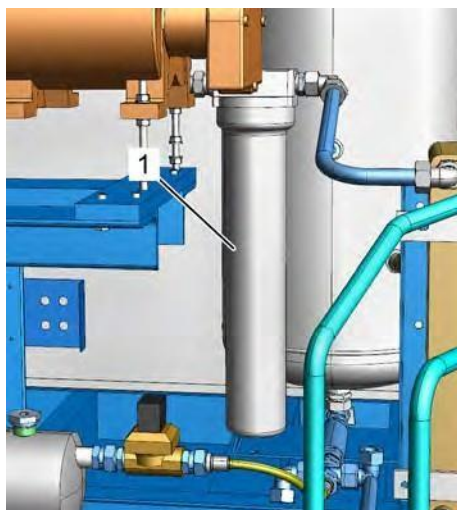

Рис. 45: Чашка фильтра
8. ▶ Подготовьте приемную емкость, отвинтите чашку фильтра тонкой очистки (Рис. 45/1) и спустите воду.